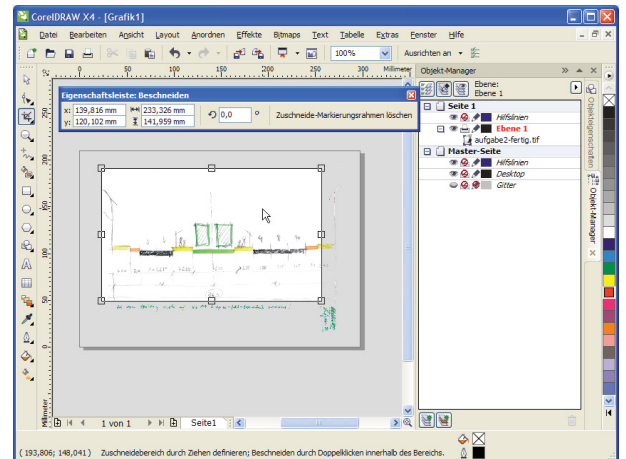

Abb. 9-52: Bild beschneiden
- In der **SL EIGENSCHAFTSLEISTE** können genaue Werte für die Ausschnittsgröße angegeben werden (Abb. 9-52). Nach Bestätigung der Eingabe mit **ENTER** wird das Rechteck sofort angepaßt.